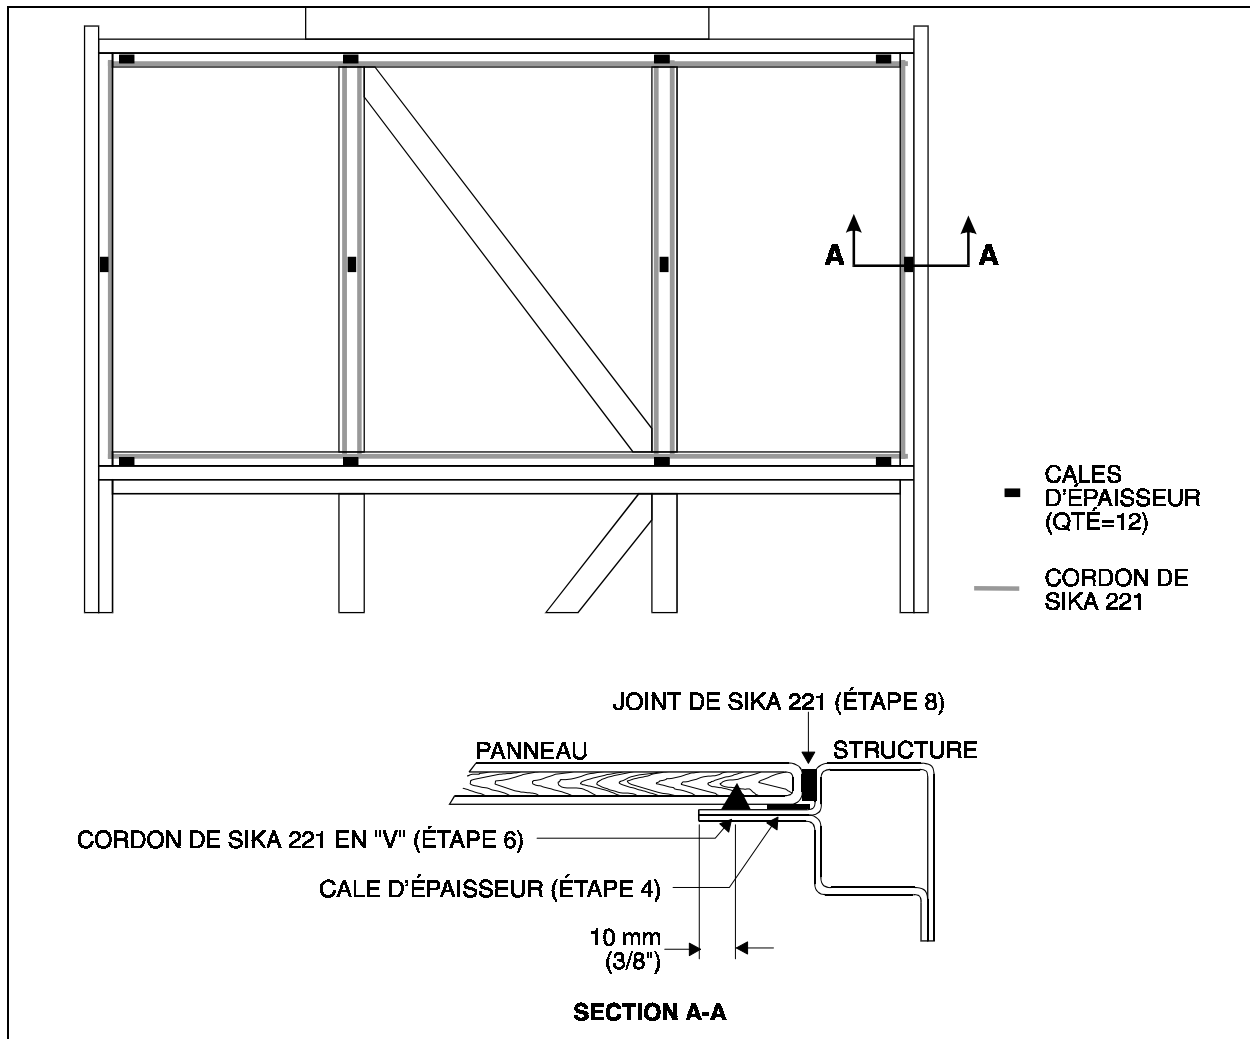

FIGURE 1
1. Utiliser un papier sablé (grain: 60) ou un tampon de type Scotch-Brite rouge pour amener toute la surface où doit être collé le nouveau panneau (Fig. 1) au métal nu.
2. À l'aide d'une guenille jetable en tissu (genre chiffon J), appliquer le nettoyeur Sika 205 (Prévost #683096) sur la surface où doit être collé le nouveau panneau (Fig. 1) (ne pas repasser deux fois au même endroit). Laisser évaporer le nettoyeur Sika 205 4 à 5 minutes avant de passer à l'étape suivante.
- À l'aide d'une guenille jetable en tissu (type *Chiffon-J*), appliquer l'apprêt Sika 210T (Prévost #683094) sur la surface où doit être collé le nouveau panneau (Fig. 1) (ne pas repasser deux fois au même endroit). Laisser sécher l'apprêt au moins 20 minutes (à 23°C (23°F) et 50% humidité, plus longtemps si la température est plus froide) et pas plus de 5 heures avant d'appliquer le cordon de colle Sika 221 (étape 5).
- Poser les cales d'épaisseur autocollantes (Prévost #790393, qté=12) tel qu'indiqué sur la figure 1.
- Faire un cordon en "V" de 8 mm (5/16") de haut, à 10 mm (3/8") du bord, tout le tour et sur les traverses avec de la colle *Sika 221* (Prévost #680532) (Fig. 1).
- Faire le tour du panneau avec un joint de colle *Sika 221* (Fig. 1).